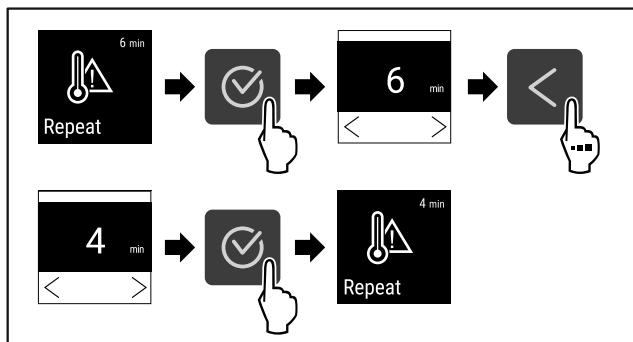

Fig. 101
- ▶ Seguir los pasos de procedimiento (consulte Fig. 101) .